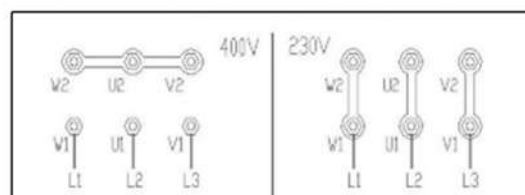

Figura 23
- se a plataforma elevatória for operada a 230V trifásico, altere a conexão no transformador e no motor. (Figura 23)